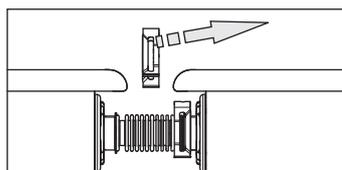
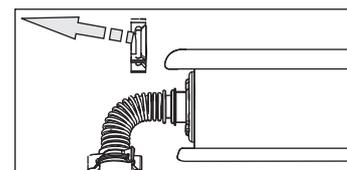

Fig. 3-43 Etape 1
Fig. 3-44 Etape 2
1. Désencliqueter les pinces de fixation de leur cran et les retirer (fig. 3-43 et fig. 3-44).
2. Retirer les coudes de raccordement (fig. 3-44).